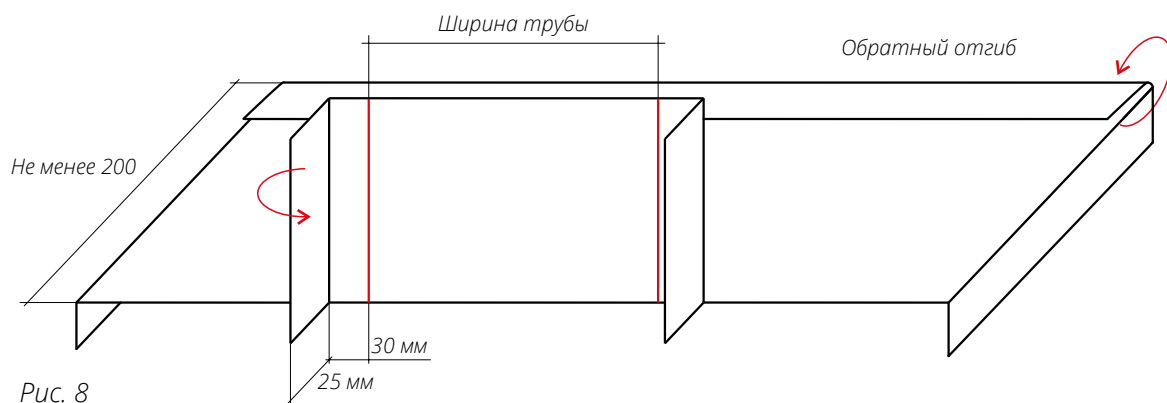

Рис. 8
- Подготовьте верхний элемент юбки из Планки под конек или из плоского листа (рис. 8).